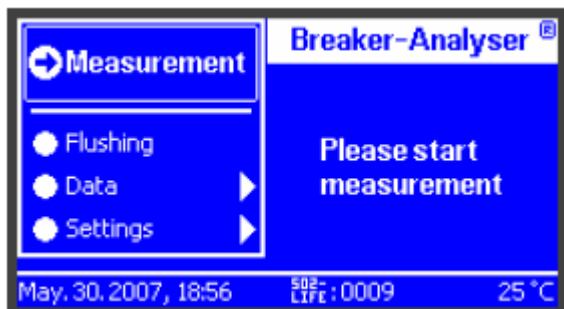

图 6.04
在开始测量之前，必须取下 SO₂ 模块的运输保护装置并将模块插入（参见第 6.1 节）。开启装置后将立即显示开始画面（图 6.02）。在短暂的初始化时间之后，按如下方式检查部件。确认每个部件的功能正常或用“√”标记指示（图 6.03）。如果某个部件尚无法操作或尚未插入，则用叉号指示。在成功初始化过程的最终将打开基本菜单（图 6.04）。可通过该菜单访问 SF₆ 气体综合分析仪的所有功能。
可按如下方式选择图 6.04 中介绍的菜单项：
1. 如需执行测量，点击相应“测量”子菜单中的“测量”项（参见图 6.04）。SF₆ 气体的测试时间可以由操作人员设定，或在“设置”菜单点下将其关闭（参见第 6.5 节）。SF₆ 气体综合分析仪的推荐测试时间通常为 7 分钟。关闭定义的测试时间将使操作人员能够随时保存显示的传感器值。
测量 SO₂ 浓度大于零的 SF₆ 样品后，必须用室内空气吹洗 SO₂ 传感器，从而将值复位为零。因此保持 SF₆ 气体综合分析仪开启，并从主菜单执行“冲洗”（图 6.04）。SO₂ 模块内部的泵使室内空气流经 SO₂ 传感器。执行此流程直至 SO₂ 传感器达到 **0 ppm_v**，以确保下次测量的读数准确。操作人员按“关闭”可终止或取消泵送流程。现在 SF₆ 气体综合分析仪可随时投入运行。